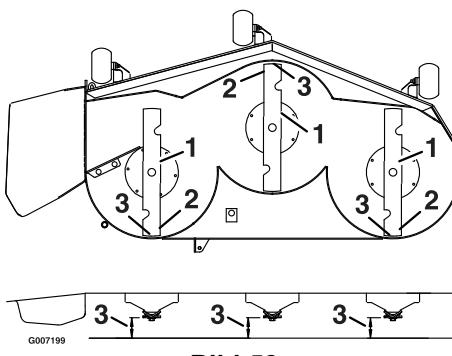

**Bild 51**
7. Lösen Sie die Sicherungsmuttern der Nivellierungseinstellung (Artikel 4) an allen vier Ecken, sodass das Mähwerk sicher auf allen vier Blöcken sitzt. Stellen Sie sicher, dass die Mähwerkhängeprofile ganz unten sind (oben am Schlitz) und dass das Mähwerkhubpedal ganz gegen den Anschlag gedrückt ist. Ziehen Sie dann die vier Sicherungsmuttern der Nivellierungseinstellung fest (Bild 51).